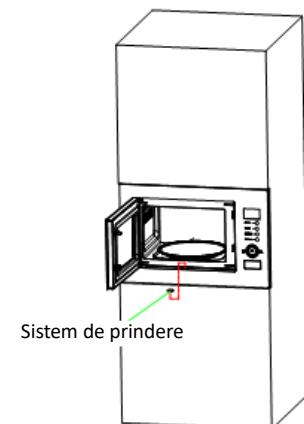

Fig. 6
f) Montați rama în orificiul pentru șurub, aşa cum este indicat în Fig. 6